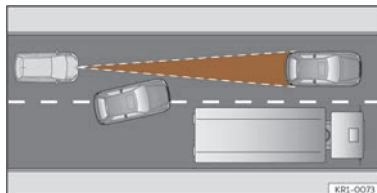

Fig. 141 Changement de voie d'un véhicule.
- Véhicules changeant de voie pour aller sur la vôtre, à courte distance de votre véhicule >>> **fig. 141**.